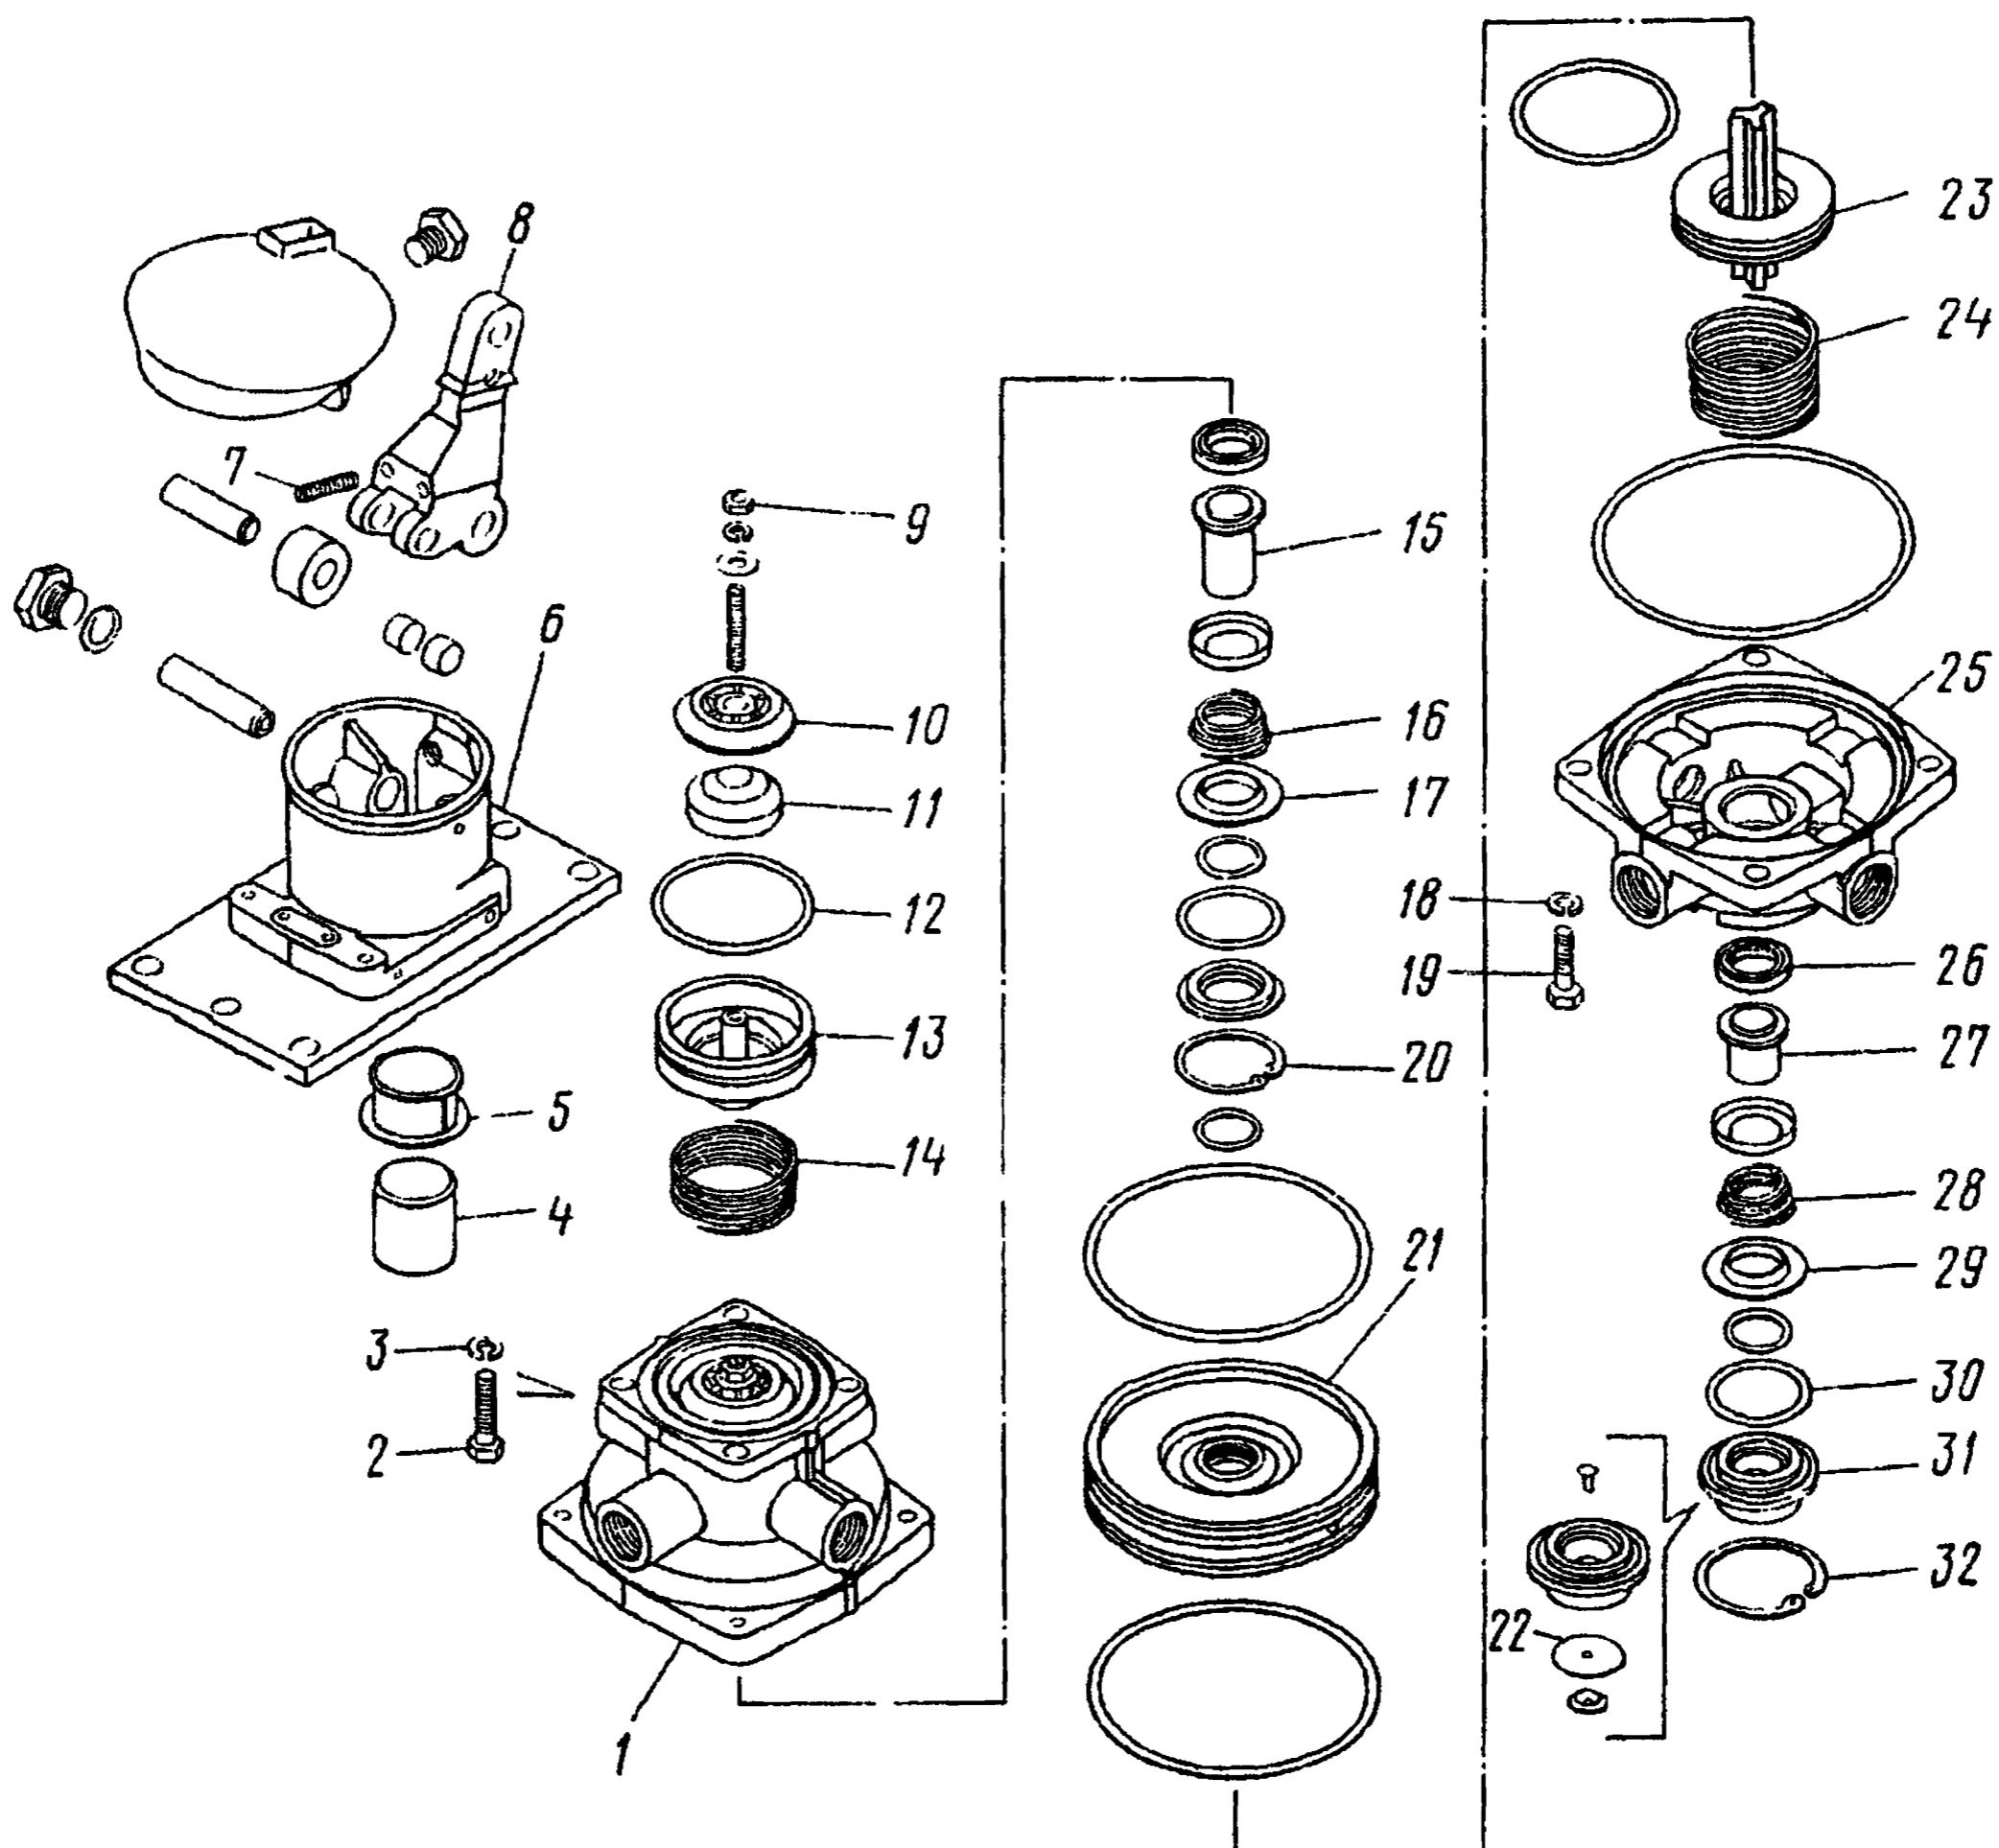

Рис. 306. Кран тормозной двухсекционный:
2. Снимите упорное кольцо 32 (рис. 306)	Специальные пассатижи И801.23.000-01 To же
16. Установите в следящий поршень 13 (см. рис. 306) упругий элемент 11 и тарелку 10, наверните гайку 9 крепления	Торцовый ключ 10 мм
**Техническое условие.** Установите регулировочный винт 7 (см. рис. 306) рычага 8 так, чтобы не было зазора между роликом и толкателем. Перед установкой винт должен быть покрыт уплотняющей композицией УГ-6 ТУ 01-2-559—76